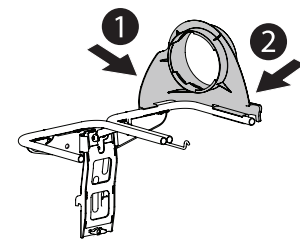

Figura 9
1. Coloque a presión el soporte del canal plástico superior en su lugar primero cortando la porción lateral hacia el riel de soporte de la embolsadora (1) como se indica en la Figura 9.
2. Calce a presión el lado delantero del soporte del canal al riel (2), como se muestra en la Figura 9.